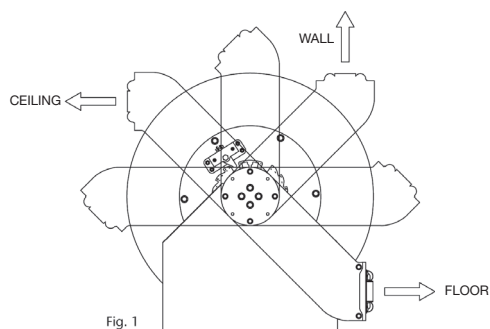
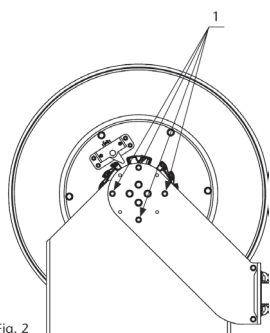

Fig. 1
Fig. 2
The reel can be wall, ceiling or floor mounted. To allow the hose to always be optimally extended, the guide arms can be assembled in 6 different positions (fig. 1). To position these guide arms, loosen and remove the screws (1) (fig. 2) in both arms. At this moment, the spool and the guide arms become loose from the reel frame. Then, just position the guide arms in the desired position and fix them with the same screws.
Slangupprullaren kan monteras på vägg, i tak eller på golv. För att slangens alltid skall vara optimalt uttrullad, kan utloppsarmarna justeras i sex olika positioner (fig 1.) För att justera utloppsarmarna, lossa på bultarna (1) (fig 2.) på båda armarna. Detta frigör armarna och trumman från stativet. Justera utloppsarmarna till önskad position och skruva dit bultarna.
Der Automatik-Schlauchaufroller kann an Wand, Decke oder Boden montiert werden. Damit der Schlauch in jedem Fall in optimalem Winkel ein- und ausgezogen werden kann, können die Führungsarme in 6 verschiedenen Positionen montiert werden (Abb. 1): Um die Führungsarme in die gewünschte Stellung zu bringen, müssen die Schrauben (1) (Abb. 2) an beiden Armen gelöst und entfernt werden, so dass die Trommel zusammen mit den Führungsarmen vom Rahmen getrennt ist. Daraufhin können die Arme in die gewünschte Stellung gebracht und mit denselben Schrauben wieder befestigt werden.